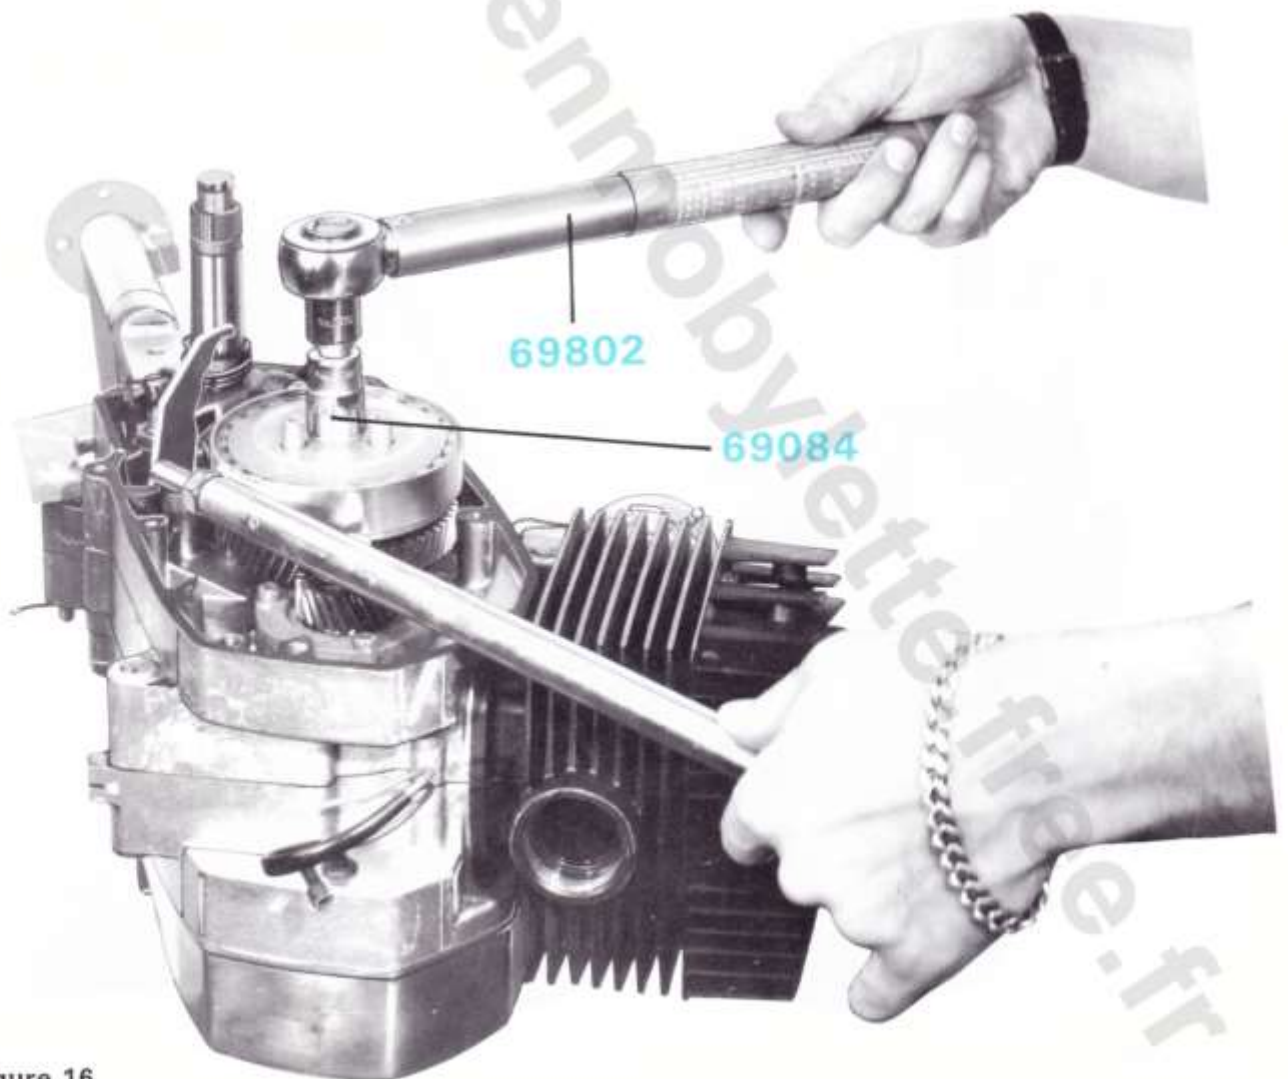

Figure 16
- Opérations inverses, le blocage de la vis s'effectue à l'aide de la clé dynamométrique n° 69802 équipée du réducteur et de la douille de 17 n° 69084 (couple de serrage 2,5 m.kg) - figure 16.